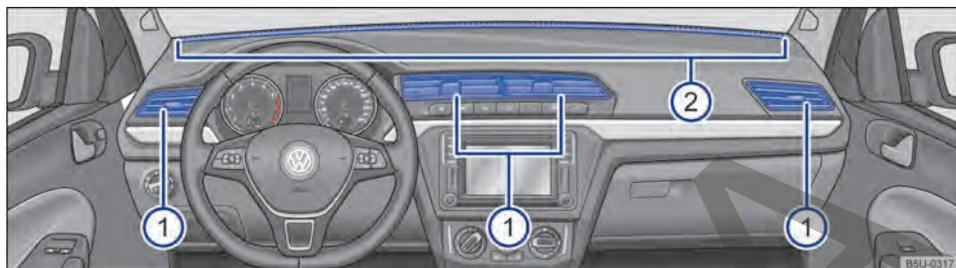

Fig. 73 En el panel de instrumentos: difusores de aire.
Para conseguir un rendimiento calorífico, una refrigeración y una entrada de aire suficientes en el interior del vehículo, los difusores de aire nunca se deberán cerrar completamente → fig. 73 ①.
- Para abrir los difusores de aire ①, presionar en la parte superior del difusor de aire.
Hay otros difusores de aire, no regulables, se encuentran en el medio del panel de instrumentos → fig. 73 ②, en las áreas de los pies y en la parte trasera del interior del vehículo.